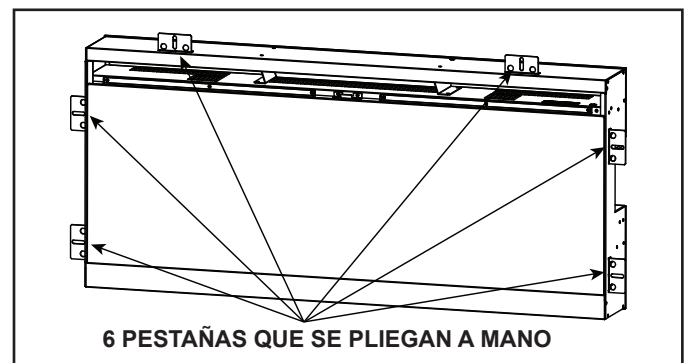

Figura 4.2 Pestañas de fijación plegables para la instalación empotrada en pared
1. Levante las pestañas de fijación plegables ubicadas en los laterales y en la parte superior del dispositivo. Consulte la Figura 4.2.